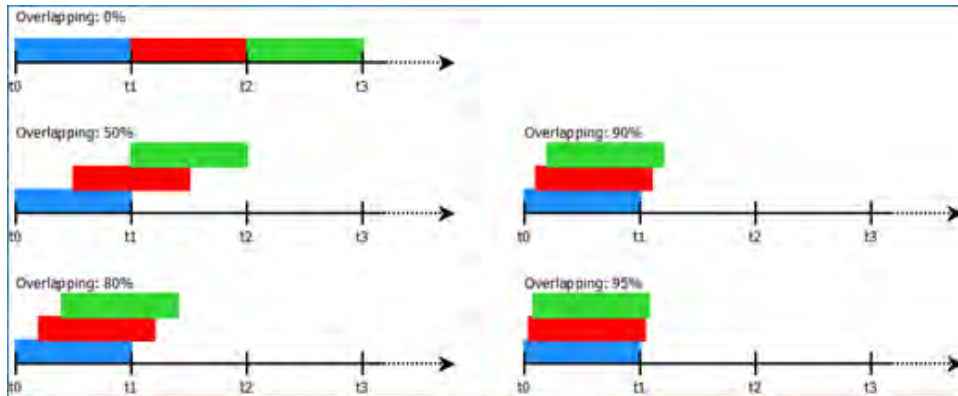

Fig. 7.84: 統計計算のためのオーバーラッピング機構
- **Overlap** –ウィンドウオーバーラップを定義します。Fig. 7.84 を参照。